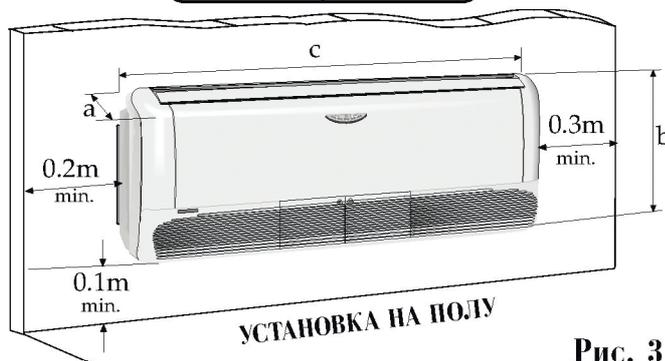

Рис. 3
- Обязательно оставьте вокруг внутреннего агрегата достаточное пространство. На рис. 3 показаны минимальные требуемые расстояния от агрегата до потолка, пола и соседних стен.
- Установите на место переднюю панель, воспользовавшись при этом винтами, показанными на рис. 3.